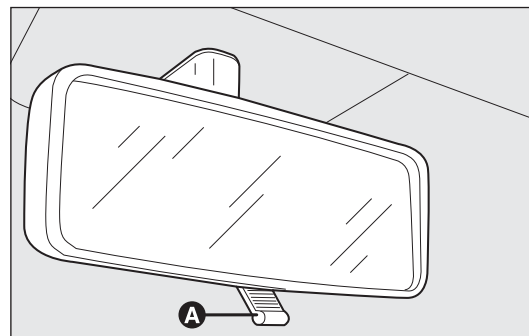

fig. 36
**SPECCHI RETROVISORI****SPECCHIO INTERNO fig. 36**